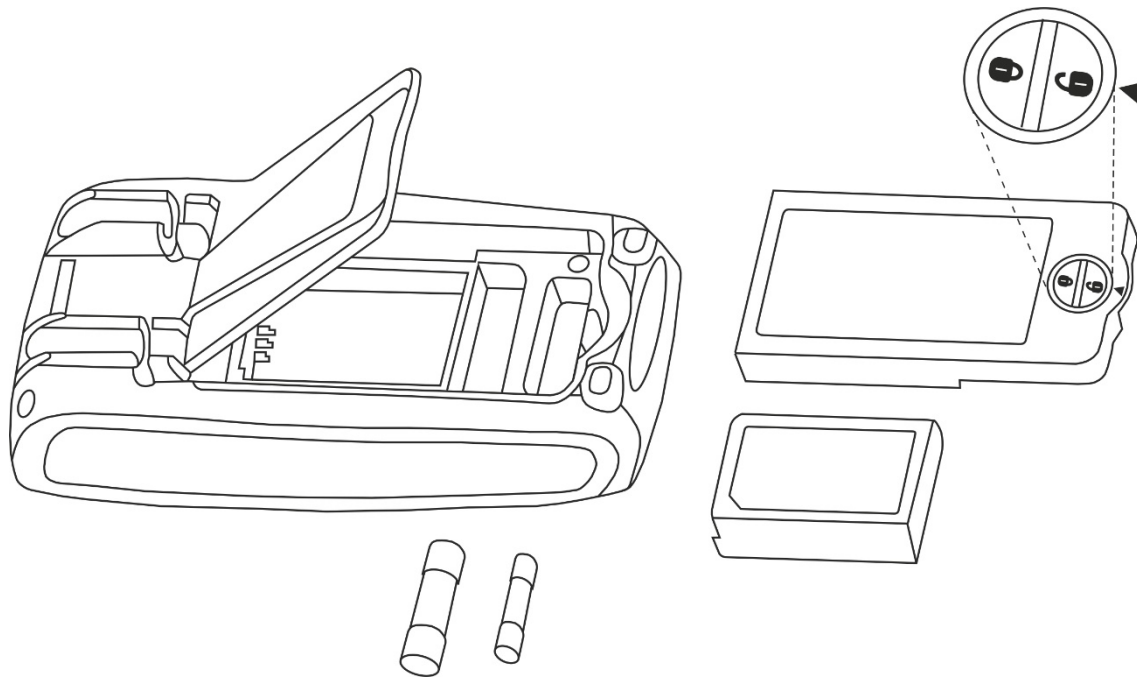

Abb. 32: Wechsel der internen Schmelzsicherungen
2. Drehen Sie die Befestigungsschraube des Batteriefachdeckels von Stellung "🔒" auf Stellung "🔓" und entfernen Sie den Deckel (siehe Fig. 32)